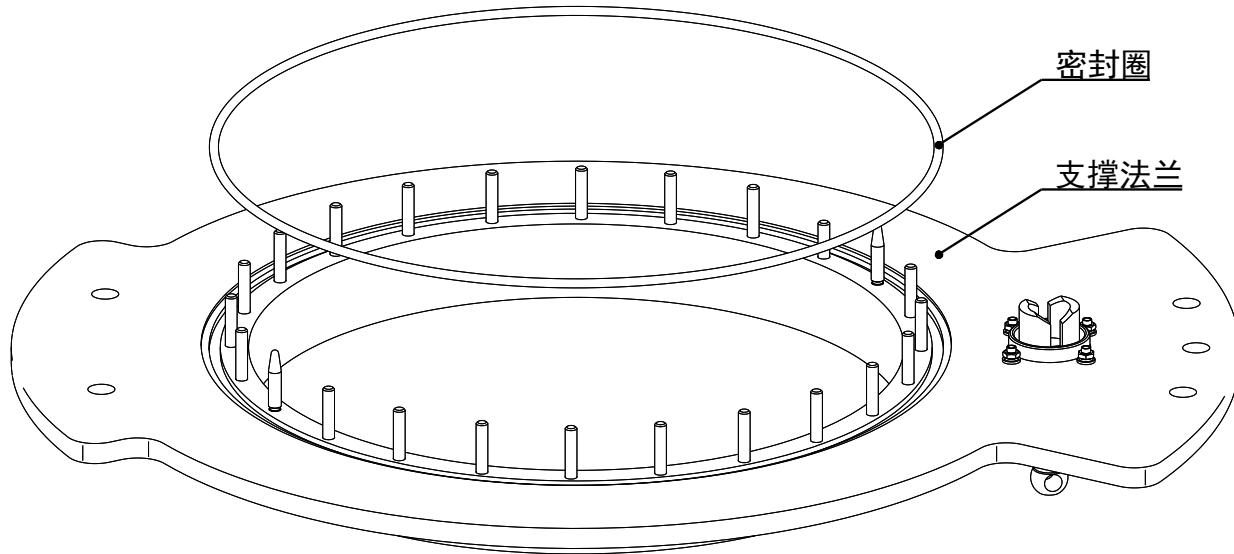

图 5-12 支撑法兰密封圈
1. 装配钟罩式变压器箱盖前，擦净分接开关油室支撑法兰的密封表面。在支撑法兰上安放密封圈(见图 5-12)。抽出间距垫块。